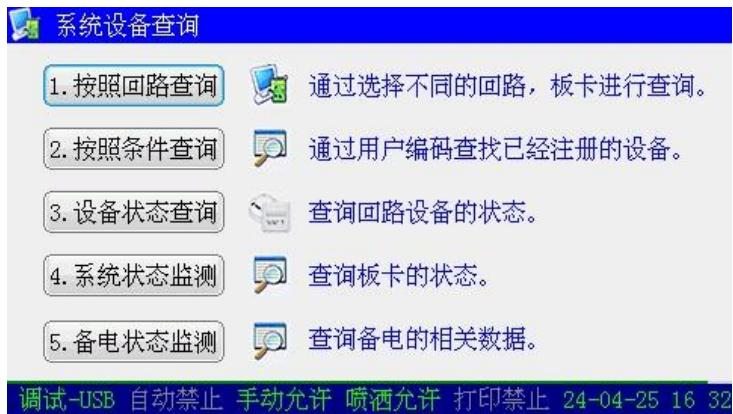

图 4-6-3
在图 4-6-1 界面下, 选择“1.系统设备查询”, 检查系统当前的所有配置, 方便用户在最快的时间内了解设备信息。控制器提供了多种设备检查方式: 按照回路查询、按照条件查询、设备状态查询、系统状态监控、备电状态监测。用户可根据自己需要进行选择(如图 4-6-3)。
在图 4-6-3 界面下选择“1.按照回路查询”，屏幕将显示控制器注册到的所有回路、手动盘、直控盘、通讯板的详细信息（如图 4-6-4）。在回路设备检查页下点击“？”键切换显示类型，查看详细设备信息。
在图 4-6-3 界面下选择“2.按照条件查询”，进入二次码条件查询界面（如图 4-6-5）。在输入框内输入所要查询设备的用户编码，确认后将会筛选出所有查询的设备列表，该列表是按照用户编码从小到大的顺序排列。
在图 4-6-3 界面下选择“3.设备状态查询”，进入全部回路设备状态查询界面（如图 4-6-6）。按 $\text{④}$ 、 $\text{⑤}$ 键，对不同回路进行查看。
在图 4-6-3 界面下选择“4.系统状态监测”，进入系统状态监测界面（如图 4-6-7）。
在图 4-6-3 界面下选择“5.备电状态监测”，进入备电电压、电量、欠压点信息查询界面（如图 4-6-8）。